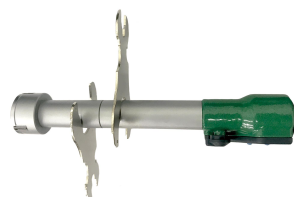

Abb. 4
7. Installieren Sie die Verlängerungsstange, um tiefe Bohrungen zu messen. Trennen Sie den Messkopf mit einem Gabelschlüssel vom Hauptschaft, installieren Sie die Verlängerungsstange zwischen Messkopf und Hauptschaft und ziehen Sie sie mit einem Gabelschlüssel fest (Abb. 4).